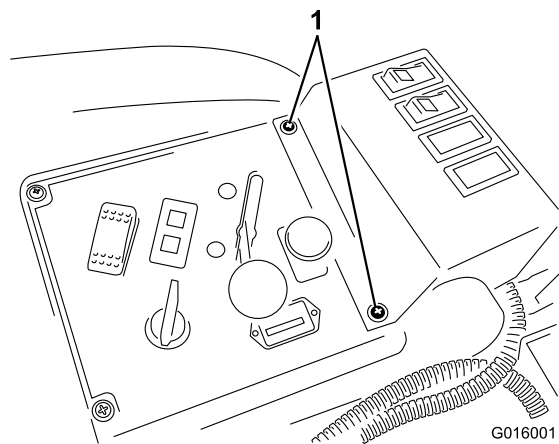

Figura 16
11. Vuelva a colocar el panel de control, y monte el panel de los interruptores en la parte derecha del panel de control usando los 2 tornillos existentes (Figura 16).